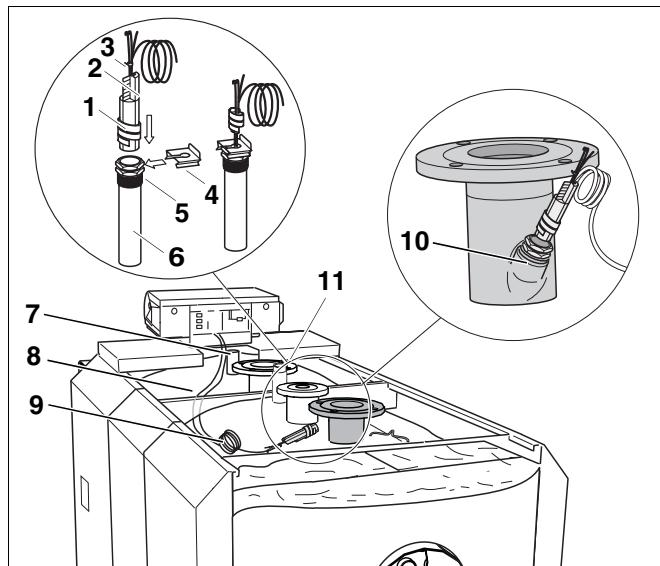

Рис. 38 Установка комплекта температурных датчиков
- Проложить капиллярные трубы и провод датчика (рис. 38, поз. 9) к точке замера (рис. 38, поз. 10) на подающей линии отопительного котла.
- Лишний кабель, капиллярные трубы и провод датчика (рис. 38, поз. 9) сматывать и уложить на теплоизоляцию корпуса котла (рис. 38, поз. 8).
- Кабель горелки проложить через кабельный ввод передней крышки котла (рис. 38, поз. 7).
- Вставить до упора компенсационную пружину (рис. 38, поз. 2) с температурными датчиками (рис. 38, поз. 3) в гильзу (рис. 38, поз. 6).
При установке температурных датчиков (рис. 38, поз. 3) в гильзу (рис. 38, поз. 6) пластмассовая спираль (рис. 38, поз. 1) автоматически выдвигается назад.
- Задвинуть фиксатор (рис. 38, поз. 4) сбоку на головку гильзы (рис. 38, поз. 5).
- Вставить весь комплект датчиков системы управления Logamatic 4212 в точку замера на подающей линии отопительного котла (рис. 38, поз. 10).
- Датчик модуля ZM 427 устанавливается заказчиком на обратную линию отопительного котла (рис. 38, поз. 11).